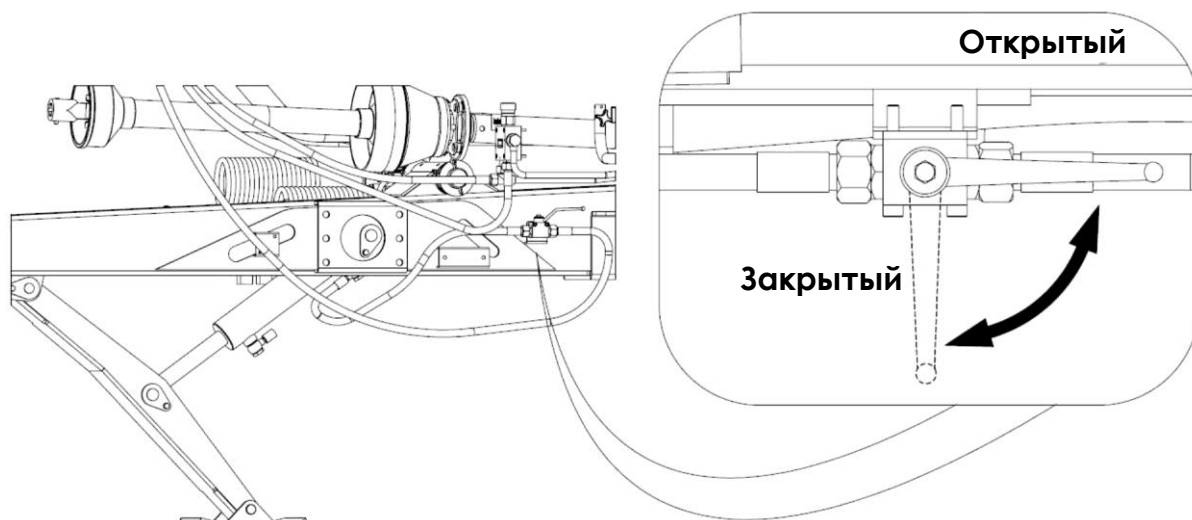

Рисунок 20. Гидравлический клапан, управляющий (отключающий) гидравлической пятой
- если навозоразбрасыватель оснащен гидравлической ножничной опорной пятой (рисунок 20), подсоедините гидравлические шланги пяты к гнездам внешней гидравлики трактора; откройте гидравлический клапан для блокировки пяты, расположенный на дышле; с помощью рычага распределителя трактора, поднимите или опустите петлю дышла на высоту, позволяющую соединить ее со сцепкой трактора.